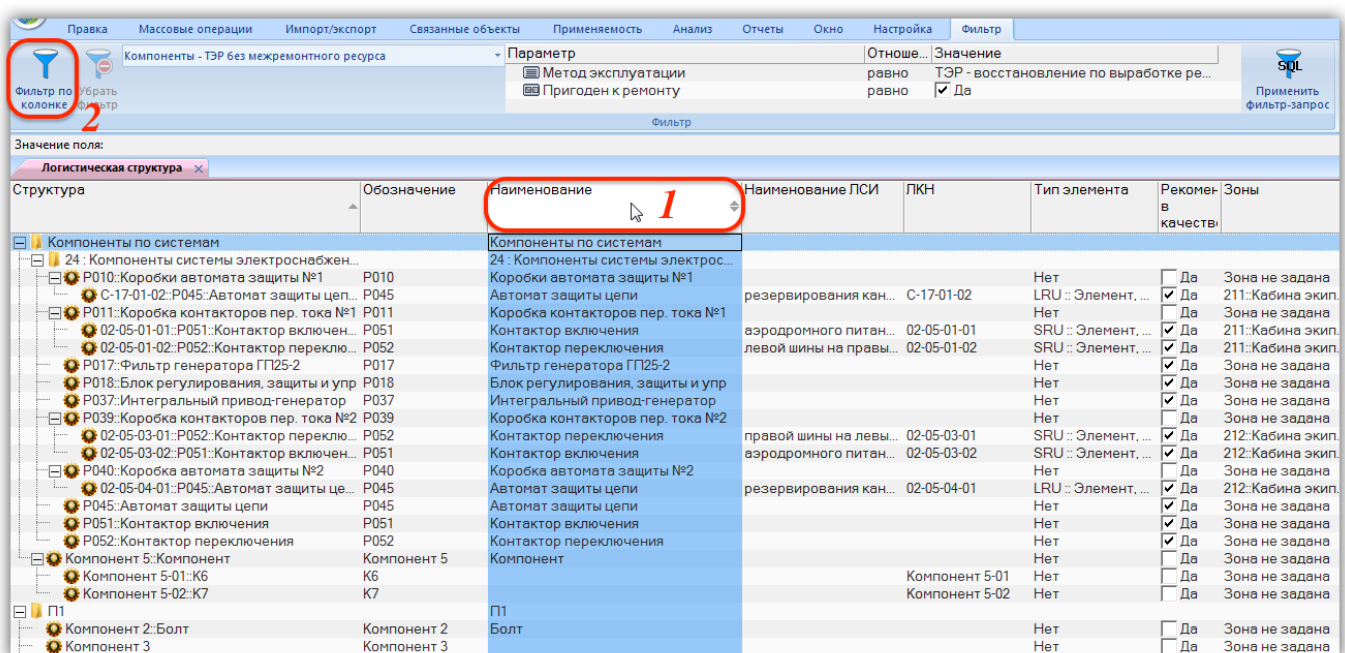

Рис. 5-60 – Выбрать колонку в рабочем окне
1) Выбрать колонку, по которой будет применяться фильтр. Для этого нажать на ее заголовке (1 на рис. 5-60).